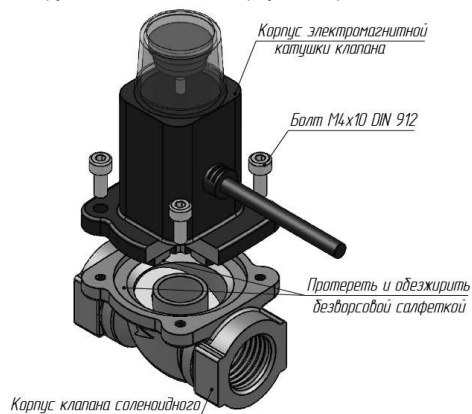

Рис. 1
- 1) Разобрать клапан, открутив 4 болта. Снять корпус электромагнитной катушки клапана Рис. 1.
5) Затянуть 4 болта М4 в определенной последовательности (см. рис. 1) с усилием 1,5 Н.